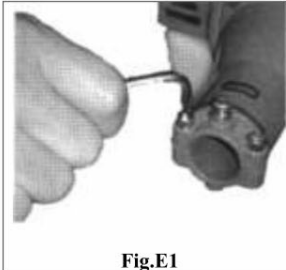

Fig.E1
2. Utiliser la clé hexagonale de 4mm pour desserrer le collier de serrage, coté moteur. (Fig.E1)